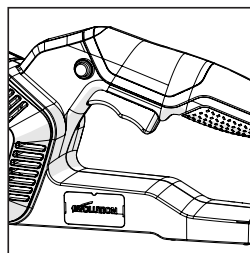

FIG. 15
**L'INTERRUPTEUR À GÂCHETTE MARCHE/ARRÊT (Fig. 15)